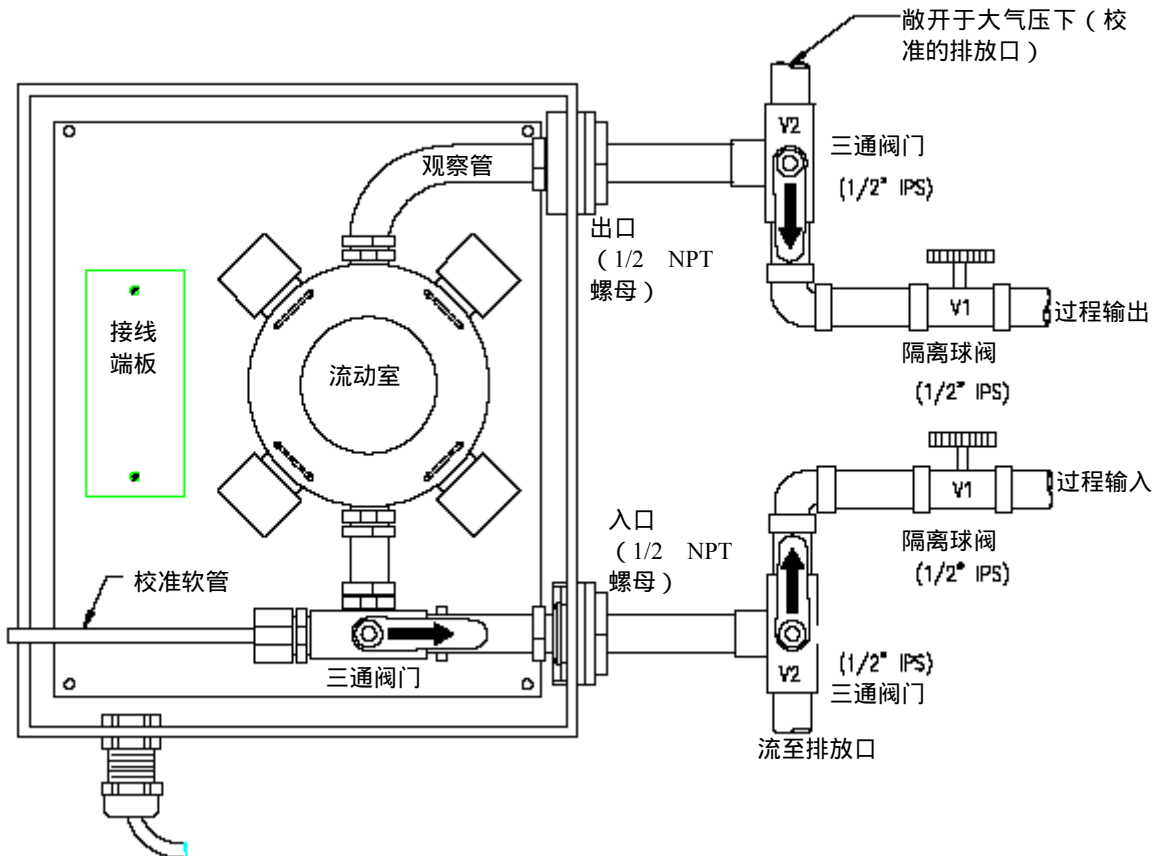

图 2-1 推荐闭合回路传感器管道线布置
8320 型浊度传感器应安装（户内或者户外）在距离 T53 型分析仪安装位置的 30 英尺（9 米）之内。可以使用闭合回路管道布置（图 2-1）以“直线”列队形式来安装传感器，或者使用明渠管道布置（图 2-2）以样品迂回线形式来安装传感器。
将过程管道连接入 8320 型传感器入口接头。将传感器出口接头接回过程管线中（见图 2-1）或者到排水明沟（见图 2-2）。可以用套管来减小管道尺寸。可以用带倒刺的软管或者管件安装。**建议：**在会发生沉淀物累积的样品测量时，建议使用更大尺寸的样品管，这样产生的更快的流速会有助于将沉淀物从传感器中冲刷走。
**注意：**用聚四氟乙烯胶带密封入口及出口处的连接，不要使用管道涂料或者其它的液体密封剂。**建议：**在对传感器进行校准或者拆卸传感器时，推荐使用球阀（图 2-1 中的图标 V1 和 V2）从而方便地将传感器隔离。闭合管线步骤中（图 2-1）中需要一个三通阀门（图标 V2）以便于在校准期间流动室的排水。迂回管线布置（图 2-2）仅需要一个三通阀门。